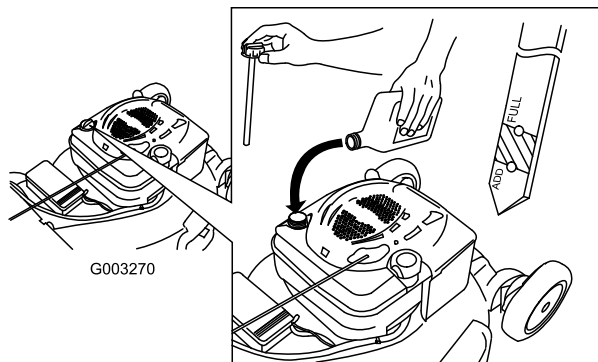

Figura 14
1. Retire la varilla, límpiela, y vuelva a colocarla (Figura 14).
2. Retire la varilla y compruebe el nivel de aceite (Figura 14). Si el nivel de aceite está por debajo de la marca Add de la varilla, vierta **lentamente** aceite en el tubo de llenado hasta que el nivel llegue a la marca Full de la varilla. **No llene demasiado.** (Capacidad máxima: 0,59 l (20 onzas), tipo: SAE 30W, aceite detergente con clasificación de servicio API SF, SG, SH, SJ, SL o superior.)